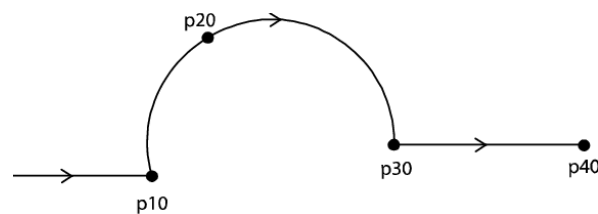

Figura 10. Ejemplo de trayectoria entre cuatro puntos p10, p20, p30 y p40.
- Por ejemplo, el siguiente código se corresponde con la trayectoria que se muestra en la Figura 10. Se usará la herramienta *tPen*, y se pasará exactamente por todos los puntos (zona “fine”), moviéndose entre ellos a velocidad de 500 mm/s: